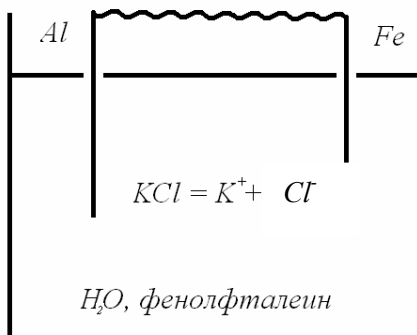

Рис. 4. Схема контактной коррозии пары алюминий – железо
Изучите процесс контактной коррозии металлической пары (две металлические пластинки, соединенные между собой проводником) в растворе электролита. Для этого в стакан емкостью 200 мл налейте раствор соответствующего электролита примерно на 1/2 объема, добавьте несколько капель индикатора фенолфталеина, раствор перемешайте, а затем погрузите в него металлическую пару в соответствии с рис.4 и заданием преподавателя (табл.2). Через некоторое время около одной из пластин появится малиновое окрашивание.
2) нарисуйте схему коррозионного гальванического элемента по аналогии с примером, приведенным на рис. 4;
7) вычислите ЭДС коррозионного гальванического элемента по уравнению (1);